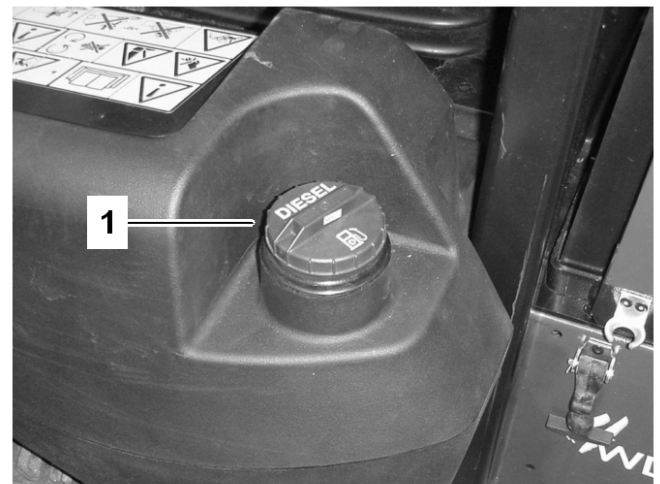

Figure 25
2. Retirez le bouchon du réservoir de carburant (Figure 25).